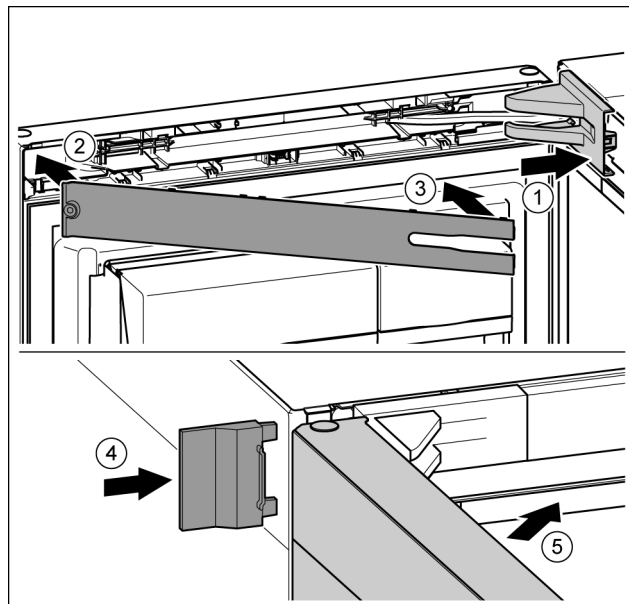

Fig. 50
- ▶ Nasadíte kryt ložiskovej konzoly a zaistíte, príp. opatrne roztláčte. Fig. 50 (1)
- ▶ Nasadíte kryt. Fig. 50 (2)
- ▶ Kryt priklopte a zaistíte. Fig. 50 (3)
- ▶ Nasuňte vonkajší kryt. Fig. 50 (4)
- ▶ Zatvorte vrchné dvere. Fig. 50 (5)